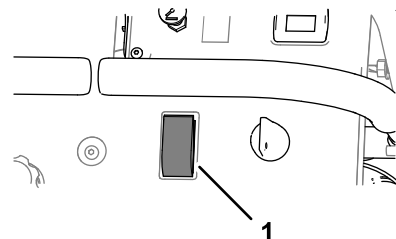

Figure 39
5. Placez la commande de la pompe de pulvérisation à la position MARCHÉ (Figure 39).